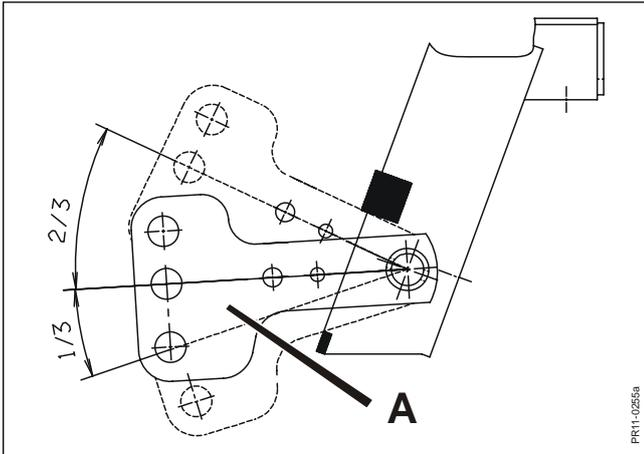

Fig. 3-6
- Fig. 3-6 Relever/abaisser les bras de relevage jusqu'à ce que la chaîne de maintien soit tendue, selon l'instruction dans paragraphe 2, de sorte que la machine soit à la hauteur correcte pour pouvoir travailler. Comme déjà mentionné, cela veut dire que la chape **A** au bras de relevage gauche puisse mouvoir 1/3 vers le bas et 2/3 vers le haut.